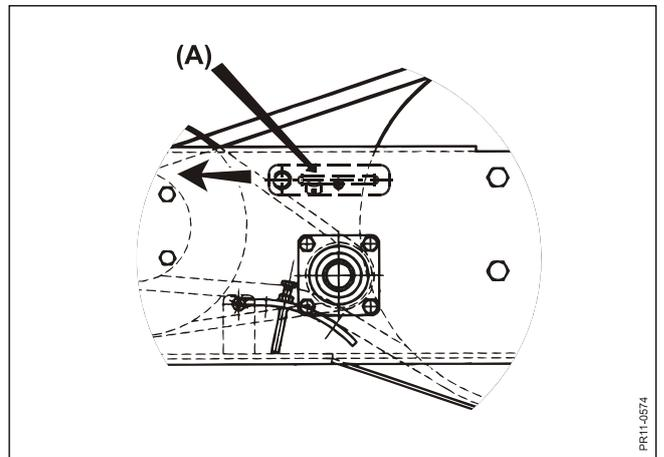

Fig. 9.6
- Fig. 9.6 Tensión de la cadena duplex de ¾":** Suelte el cargador (A) y empuje hacia la cadena hasta que quede tensa y vuelva a apretar este.